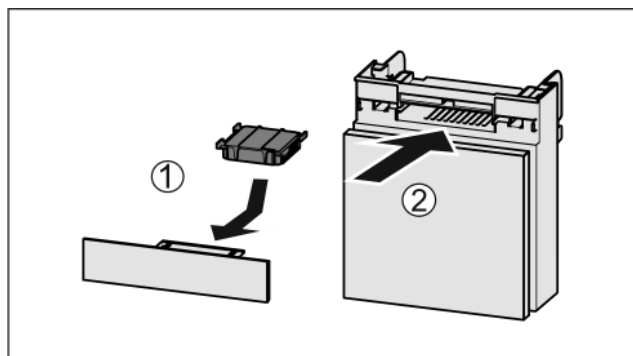

Fig. 42
- Установите фильтр с активированным углем, как показано на рисунке Fig. 42 (1).
- Вставьте отделение Fig. 42 (2).